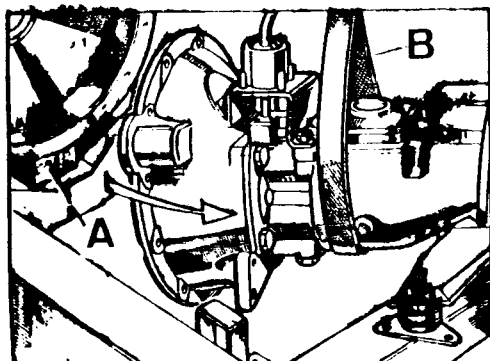

Fig. C-21 Desmontaje de la caja de ve-
1.11. Colocar una brida, B (Fig. C-21) alrededor del conjunto y tensarla lo que sea necesario para soportar el peso de aquél. Desplazar con cuidado la caja de -